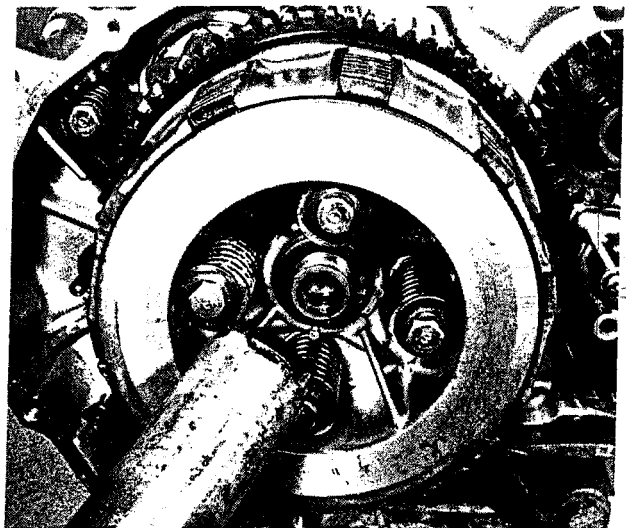

Bild 60
- Zum Abschrauben der Mutter muss die Kupplung blockiert werden. Dazu setzt man die Schrauben mit den Federn und dicken Unterlagscheiben an Stelle der Druckplatte ein (Bild 60). Nach dem Lösen der Mutter die Schrauben und Federn wieder ausbauen.